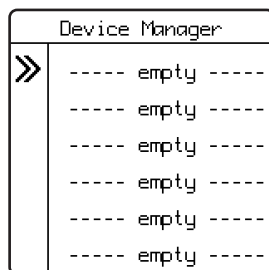

Fig. 5
5. Använd pilknapparna för att välja en tom plats (---- empty ----) i listan (fig. 5).